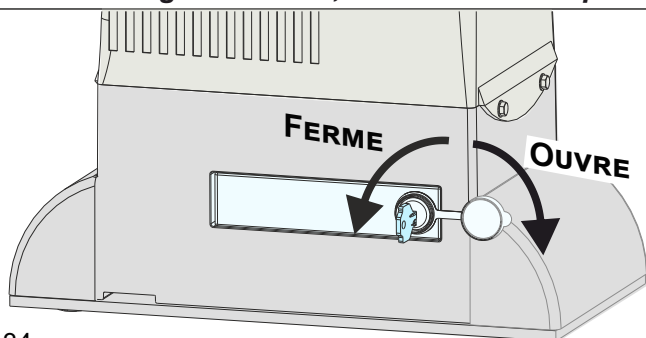

Fig. 34
- Ouvrir le couvre-serrure, insérer la clé et tourner-la 90° dans le sens des aiguilles d'une montre - Fig. 34